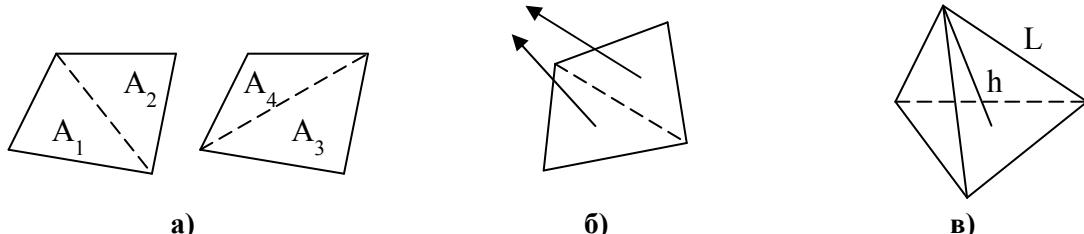

Рис.3.27. Контроль геометричних параметрів скінчених елементів: а) – „Alternate Taper”; б) – „Warping”; в) – „Tet Collapse”
- „Alternate Taper” = $\max \{ (A_i - A_{cp}) / A_{cp} \}$, де A_i – площа 4-х трикутників (див. Рис.3.27-а), A_{cp} – середня площа цих трикутників (тільки для СЕ з чотирикутними гранями);
- „Warping” (викривлення: максимальний кут між нормалями до центрів трикутників на чотирикутних гранях СЕ (див. Рис.3.27-б);
- „Tet Collapse” (виродження тетраедра): найбільше відношення ребра до висоти тетраедра (СЕ), проведеної зі спільногого для них кута (див. Рис.3.27-в).